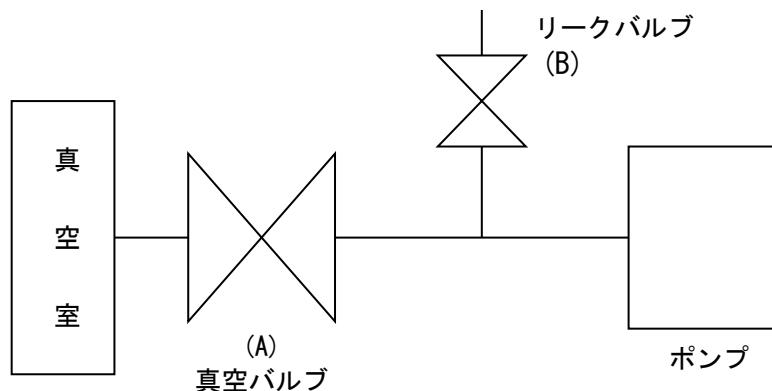

図5. 真空室と基本的な配管接続図
- (2) 真空室とポンプの間には、図5. のように、真空バルブ(A)及びリークバルブ(B)を取り付けて下さい。
リークバルブ(B)を閉じ、吸気口につながる真空バルブ(A)を開いてポンプのスイッチを“ON”にして運転を開始して下さい。ポンプが排気を始めます。（図5. 参照）
まず真空バルブ(A)を閉じ、速やかにリークバルブ(B)を開いてポンプの電源スイッチを“OFF”にします。（図5. 参照）